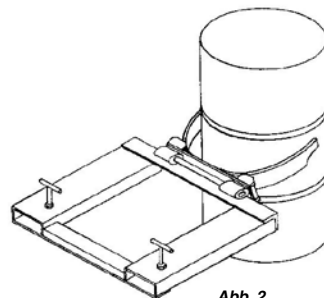

Abb. 2
6. Bewegen Sie das Produkt nun an das Fass heran, senken Sie die Greifer so langsam, wie das Produkt bewegt wird. Die Greifer öffnen und schließen sich um das Fass (Abb. 2).